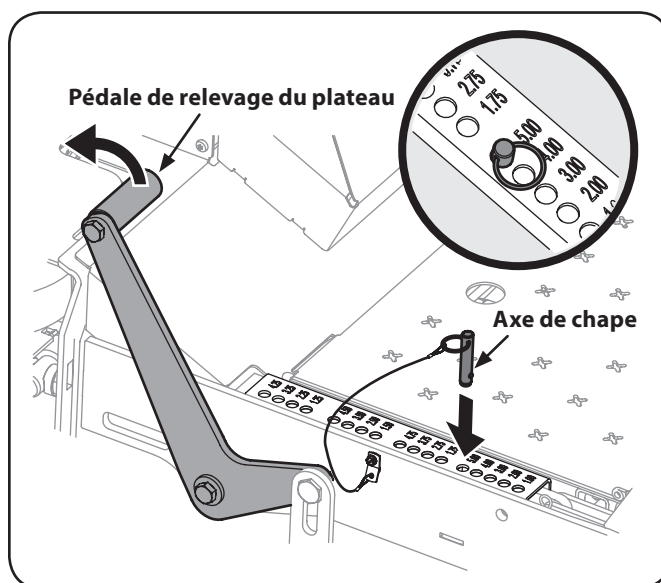

Figure 5-3
1. À l'aide de la pédale de relevage du plateau de coupe, relevez le plateau à la plus haute position. Placez l'axe de chape (attaché au tracteur) dans le trou d'index correspondant à la hauteur désirée, puis relâchez lentement la pédale de relevage du plateau. Voir Figure 5-3.